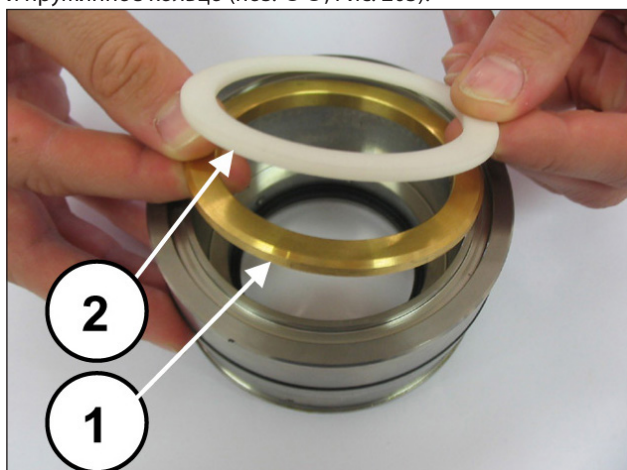
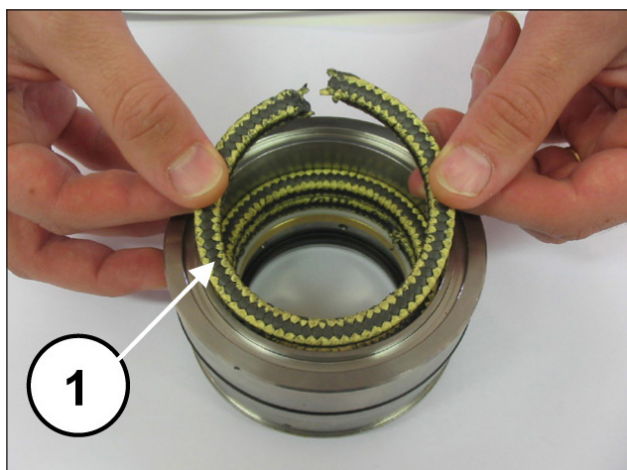
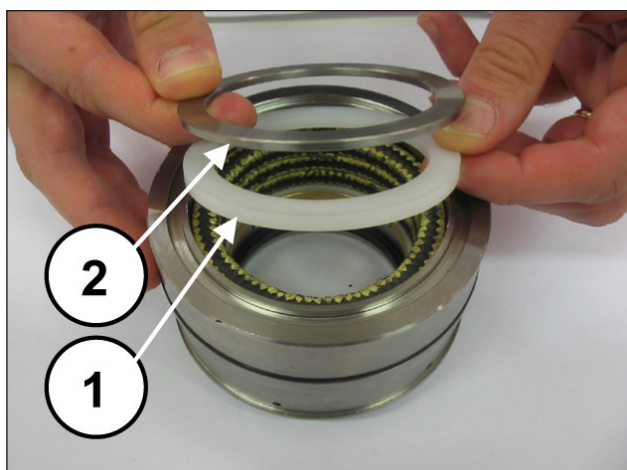

Рис. 201
Рис. 202
Рис. 203
Установите опорное и антиэкструзионное кольца (поз. ①②, Рис. 201), три уплотнительных кольца КС так, чтобы выемки на них располагались под углом 120° друг к другу (поз.①, Рис. 202), скребковое кольцо уплотнений КС и пружинное кольцо (поз. ①②, Рис. 203).